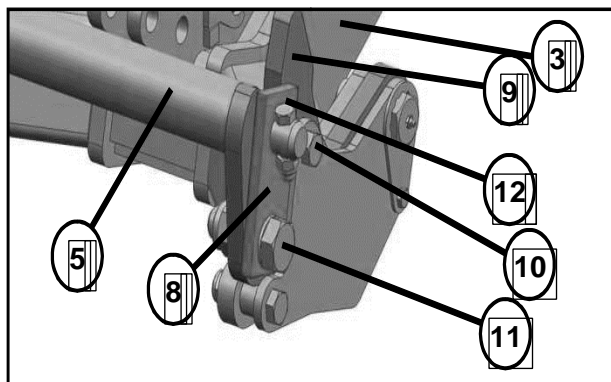

Рис. 5.22
- Следите, чтобы захватные крюки (9) нижних тяг (3) находились точно под соединительными цапфами (10) прицепных скоб (5).
- Осторожно перевести управляющее устройство трактора для управления трехточечными гидравлическими устройствами (1) в режим "Подъем".
- Когда захватные крюки (9) захватят надлежащим образом соединительные цапфы (10) прицепных скоб (5), остановите процесс навешивания.
- Установите предохранительную накладку (8) - см. рис.5.22. Она надвигается на соединительные цапфы (10) и прикручивается к захватным крюкам (9) болтом (11). Зафиксируйте предохранительную накладку (8) болтом (12).
– Затем соедините верхнюю тягу (2) с трехточечной башней (6) рабочей секции. Верхнюю тягу (2) допускается соединять только с самой верхней монтажной точкой трехточечной башни (6).
– Зафиксируйте палец верхней тяги (7).